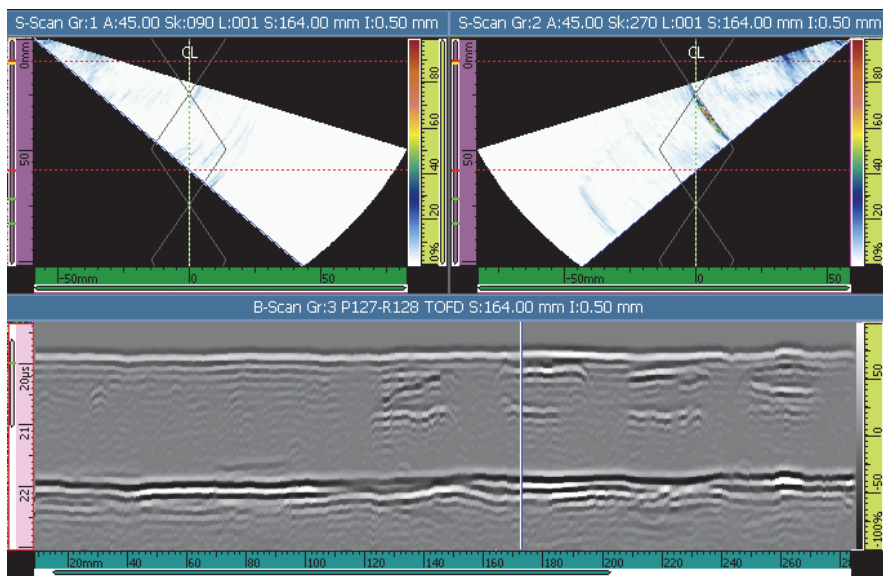

Рис. 6-3 Пример схемы УЗ & ФР В-S
- (1) Введите номера элементов в параметры **Генератор** и **Приемник**.
- (2) Нажмите **Далее**.
7. Выберите **Экран > Выбор > Отображ. группы = Несколько** или нажмите клавишу **Одна/Несколько** (долгое нажатие) и выберите **УЗ & ФР В-S** из меню верхней строки (см. Рис. 6-3 на стр. 160).